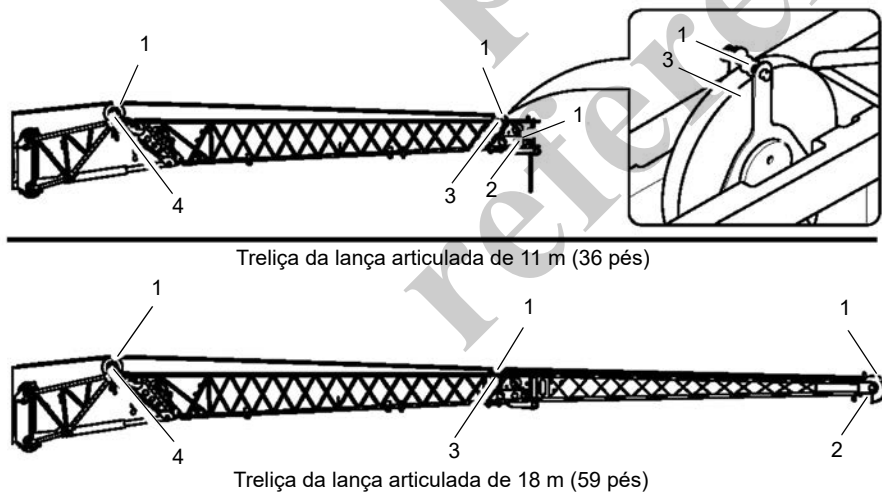

FIGURA 4-56
1. Remova as polias de retenção (1) (Figura 4-56).
2. Guie o cabo de aço sobre as polias defletoras (4), (3) e sobre a polia da extremidade (2) da extensão.
3. Reinstale todas as polias retentoras (1) e prenda com grampos de retenção.
2. Remova as polias de retenção (1) (Figura 4-56).
3. Retire o cabo de aço da polia do cabeçote (2) e das polias defletoras (4), (3) e coloque-o no solo no lado esquerdo.